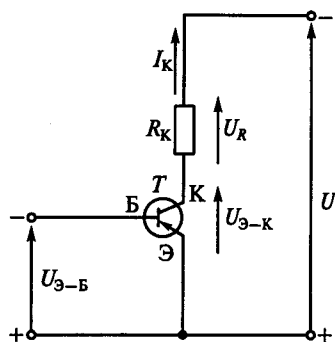

Рис. 31
1.45. На рис. 31 увеличение управляющего напряжения  $U_{Э-Б}$  между эмиттером и базой транзистора  $T$  вызывает увеличение тока  $I_K$  коллектора. Изменятся ли при этом напряжения  $U_R$  и  $U_{Э-К}$ ?